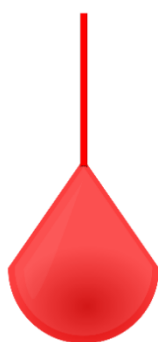

Figura 8 - Unidade de Chamada para Banheiro
- Unidade de Chamada para Banheiro (Figura 8) – identificada com o tipo CB (ou WC) no Display Digital: pode ser instalada apenas no vaso e é conectada em uma porta RJ45 do Painel Concentrador. Desta forma, há distinção deste tipo de chamada na interface de exibição das chamadas, Display Digital (DD) ou Monitor Drive, no campo destinado a identificação do tipo de chamada.